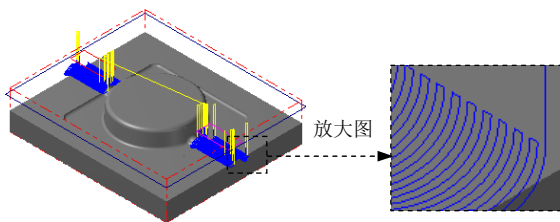
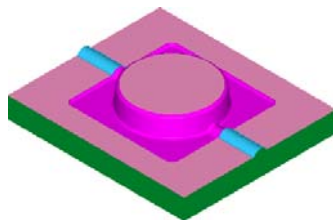

图 12.34 刀具路径
图 12.35 仿真结果
(2) 设置精加工平行铣削参数。在“曲面精加工平行铣削”对话框中单击 **精加工平行铣削参数** 选项卡，然后在 **大切削间距 (M)** 文本框中输入值 0.2，在 **加工方式** 文本框中输入值 45.0。
(3) 单击 **间隙设置 (G)...** 按钮，在系统弹出的“刀具路径的间隙设置”对话框中选中 ☒ **刀具沿着切削范围的边界移动** 复选框。在 **切弧的半径** 文本框中输入值 3.0，在 **切弧的扫描角度** 文本框中输入值 90.0，在 **切线的长度** 文本框中输入值 0。单击 按钮，系统返回至“曲面精加工平行铣削”对话框。
Step9. 单击“曲面精加工平行铣削”对话框中的 按钮，同时在图形区生成图 12.34 所示的刀具路径。
(1) 在 **刀具路径管理器** 选项卡中单击 按钮，然后单击 按钮，系统弹出“Mastercam Simulator”对话框。
(2) 在“Mastercam Simulator”对话框中单击 按钮，系统将开始进行实体切削仿真，结果如图 12.35 所示。单击 按钮关闭“Mastercam Simulator”对话框。